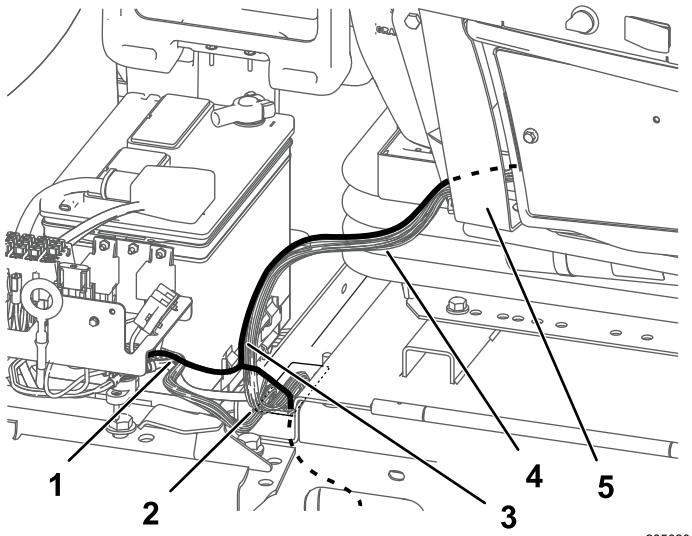

Figura 22
1. Encaminhe a cablagem ao longo da cablagem existente para a abertura na estrutura atrás do banco (Figura 22).